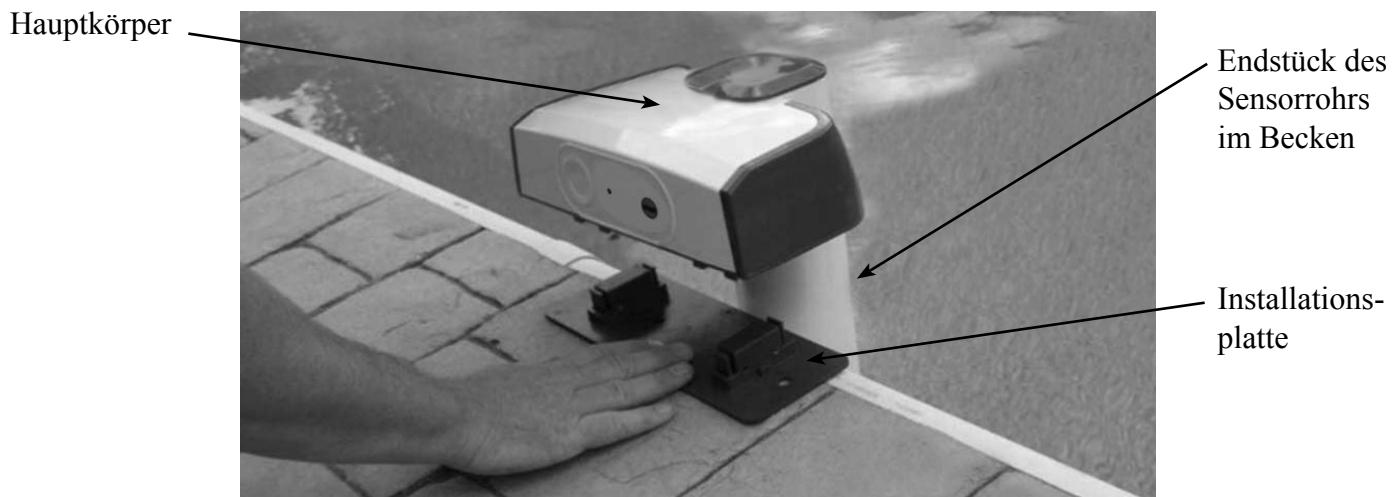

Abb. 1
1. Stellen Sie die Alarmanlage (A) probeweise an der nach den vorgenannten Beckentypen gewählten Stelle auf. Das Endstück des Sensorrohrs sollte sich wie auf der Abbildung im Wasser befinden und die Fläche zum Anbringen der Installationsplatte muss gerade und glatt sein. Die Installationsplatte der Alarmanlage (B) sollte leicht in die Unterseite des Hauptkörpers einrasten, so dass das Sensorrohr im Winkel von 90° direkt ins Becken weist (siehe Abb. 1)